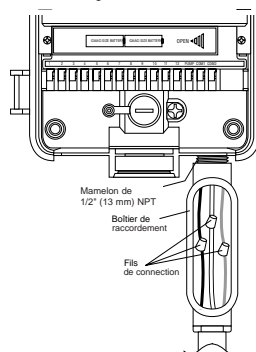

FIGURE 24 : Câblage à l'aide d'une boîte de raccordement
- Raccordez les fils d'alimentation sur les fils provenant du programmeur. Vérifiez que le fil de terre (généralement le fil à gaine verte ou le conducteur en cuivre nu) soit raccordé au fil à gaine verte du programmeur. Le fil vert doit obligatoirement être raccordé ! Raccordez les autres fils en respectant les normes [voir la figure 24].